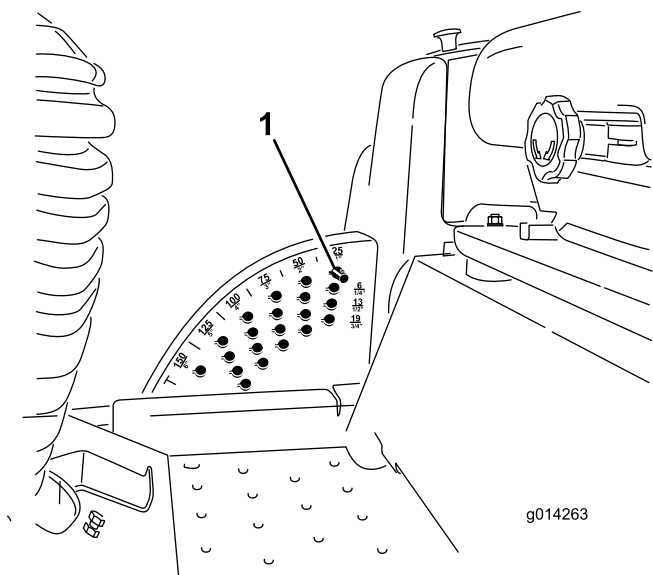

Figure 21
1. Lorsque le moteur tourne, repoussez la commande de levage du tablier de coupe en arrière jusqu'à ce que l'unité de coupe soit complètement levée, puis **relâchez immédiatement** la commande comme montré à la Figure 21.
2. Tournez la goupille de hauteur de coupe jusqu'à ce que la saillie soit en face des fentes dans les trous du support de hauteur de coupe et déposez-la (Figure 21).
3. Placez la goupille dans le trou du support correspondant à la hauteur de coupe voulue et tournez-la pour la verrouiller en place (Figure 21).
Remarque: Il y a 4 rangées de trous (Figure 21). La première rangée donne la hauteur de coupe indiquée au-dessus de la goupille. La deuxième rangée donne la hauteur indiquée plus 6 mm (¼ po). La troisième rangée donne la hauteur indiquée plus 12 mm (½ po). La dernière rangée donne la hauteur indiquée plus 18 mm (¾ po). Un seul trou, situé dans la deuxième rangée, correspond à la hauteur de 15,8 cm (6 po). Il n'ajoute pas 6 mm (0,25 po) à la hauteur de 15,8 cm (6 po).